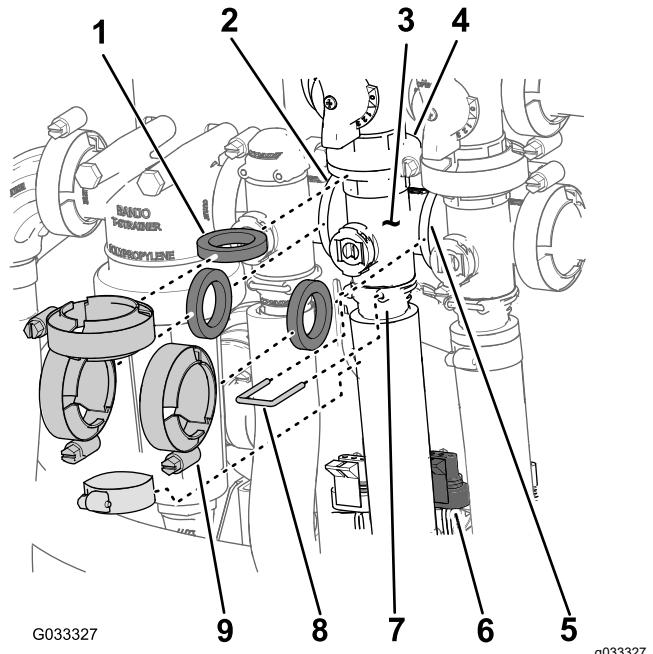

Рисунок 69
1. Снимите хомуты и прокладки, которые крепят коллектор клапана перемешивания (Рисунок 69) к перепускному клапану перемешивания, клапану управления нормой внесения, главному клапану секций и переходному штуцеру (дроссельный клапан перемешивания).
2. Снимите держатель, который крепит выпускной штуцер к коллектору клапана управления интенсивностью опрыскивания (Рисунок 69).